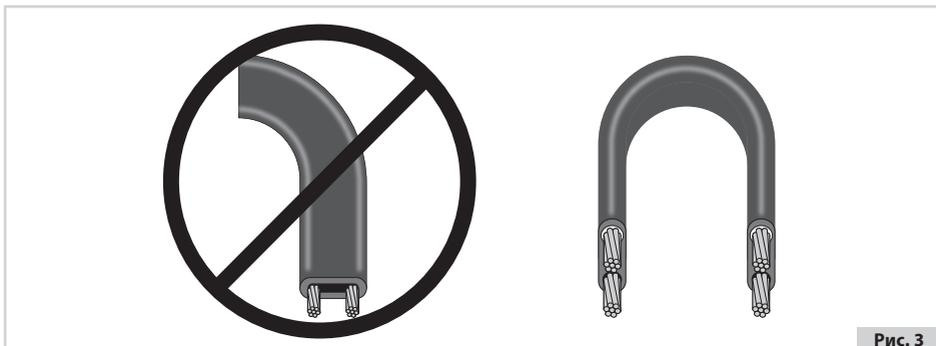

Рис. 3
- 5.6. Нагревательный кабель должен изгибаться исключительно перпендикулярно плоскости его жил (см. рис. 3).